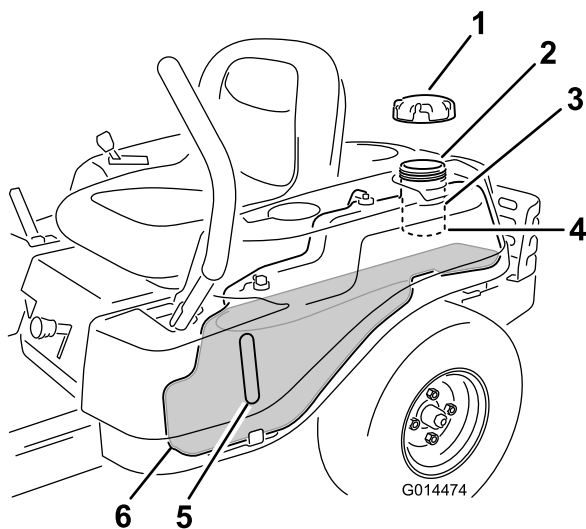

Figura 10
Nota: Pode utilizar a janela do combustível para verificar a presença de gasolina antes de encher o depósito (Figura 10).
2. **Lentamente** adicione gasolina normal, sem chumbo até o combustível chegar à base do tubo de enchimento (Figura 10).